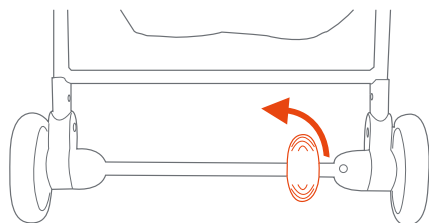

Fig. 9
9) • Para soltarlos, gire suavemente la palanca del freno (Fig. 9).